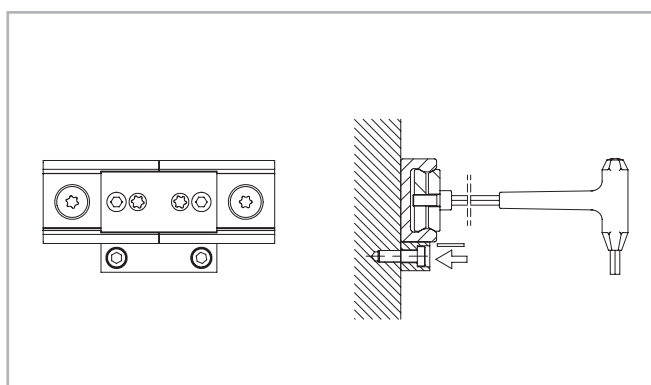
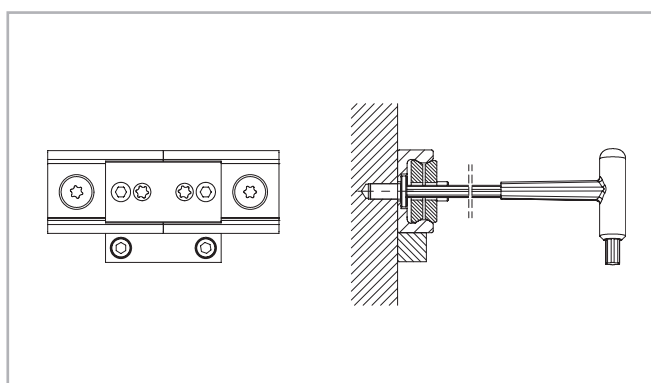

Рис. 82
Рис. 83
- (4) Убедитесь, что направляющие плотно прилегают к монтажной поверхности, при необходимости используйте жесткие прокладки, чтобы устранить зазор (рис. 82).
- (5) Чрезвычайно важно, чтобы на участке стыковки сегментов направляющие были жёстко прикреплены к несущей конструкции! В случае их неплотного прилегания, после взаимной приводки, непосредственно к несущей поверхности их обязательно следует прикрепить к этой поверхности через жёсткие прокладки!
- (6) Затяните стыковочные винты, через предусмотренные в соединительном устройстве отверстия (рис. 83).
- (7) Если остальные крепёжные отверстия, с зенковкой типа "V"- затяните оставшиеся крепёжные винты номинальным усилием затяжки поочерёдно, начиная со стыка и перемещаясь по направлению к серединам сегментов. Если же остальные крепёжные отверстия, с цилиндрической зенковкой- то в процессе затяжки винтов следует принимать дополнительные меры по точному выставлению всех участков сегмента, приводившиеся в разделе "монтаж направляющей" применительно к направляющим с цилиндрической зенковкой отверстий;
- (8) Удалите с участка стыковки соединительное устройство.